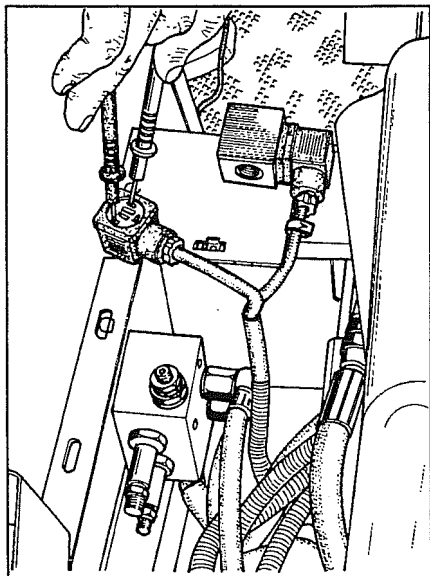

Fig. 3
- 4 Con el tablero encendido, en el enchufe del cable doble tracción (el cable no identificado), controlar con un tester que llegue una tensión de 12V, ver fig. 3. Este valor debe descender a 0 V pulsando simultáneamente los pedales freno, o bien descender a un valor entre 5,6 V y 2 V pulsando el botón de la doble tracción (los valores entre 5,6 y 2 V se registran por efecto de corrientes inducidas).